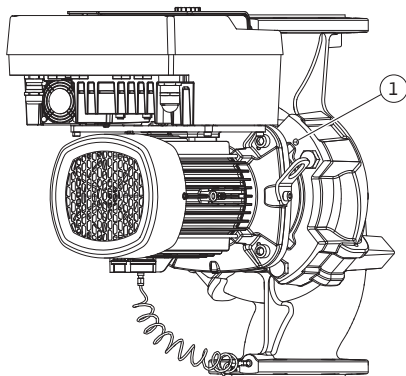

Fig. 11: Afdrukken van de insteekset via draadboringen (DN 100...DN 125)
5. Verwijder de insteekset (zie Fig. 4) van het pomphuis. Draai daarvoor alle schroeven los (DN 32...DN 80: Fig. I, pos. 29; DN 100...DN 125: Fig. II, pos. 29). De insteekset van het pomphuis afdrukken. Bij DN 80...DN 125 daarvoor de twee draadboringen (Fig. 11, pos. 1) gebruiken. Draai M10-schroeven met een geschikte lengte in de draadboringen om de zitting los te maken.
5. Druk de insteekset (zie Fig. 4) van het pomphuis af. Gebruik daarvoor de twee draadboringen (zie Fig. 11). Draai M10-schroeven met een geschikte lengte in de draadboringen om de zitting los te maken.
7. Maak de twee onverliesbare schroeven aan het beschermplaatje (Fig. II, pos. 27) los en verwijder het beschermplaatje.
8. Steek een moersleutel sleutelwijdte 27 mm in het lantaarnvenster en houd de as aan de sleutelvlakken vast (Fig. II, pos. 16). Draai de waaiermoer (Fig. II, pos. 22) eruit. Verwijder de waaier (Fig. II, pos. 21) met een aftrekker van de as.
9. Draai de schroef (Fig. II, pos. 10) los om het fixatieplaatje van de verschildruksensor (Fig. I, pos. 13) los te maken van de motorflens. Laat de verschildruksensor (Fig. I, pos. 8) met fixatieplaatje (Fig. I, pos. 13) aan de drukmeetleidingen (Fig. I, pos. 7) hangen. Koppel de aansluitkabel van de verschildruksensor in de elektronica-module los.
10. Maak de schroeven (Fig. II, pos. 10 en pos. 10a) los en verwijder deze.
11. Maak het lantaarnstuk met een tweearmige aftrekker (universele aftrekker) los van de motorcentring en trek dit van de as. De mechanische afdichting (Fig. I, pos. 25) wordt dan tegelijk verwijderd. Vermijden dat het lantaarnstuk kantelt.
12. Als de mechanische afdichting is beschadigd, druk dan de tegenring (Fig. I, pos. 26) van de mechanische afdichting uit de zitting in het lantaarnstuk. Nieuwe tegenring in het lantaarnstuk zetten.